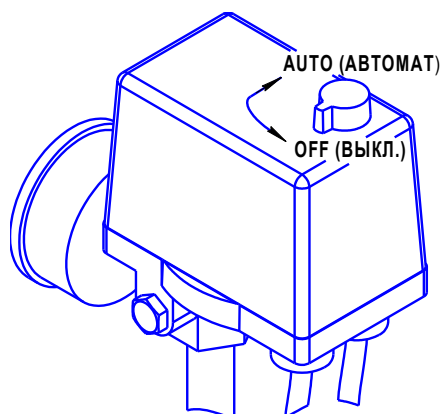

Рисунок 3
- 1 Проверьте, чтобы выключатель на прессостате находился в выключенном положении "OFF" (см. рисунок 3).
Для пуска компрессоров СБ4/С-50.LB24, СБ4/С-100.LB24 после срабатывания защиты выполните следующие действия: после того, как двигатель остынет до допустимой температуры переключите выключатель на прессостате в положение "OFF" (см. рисунок 3), а затем включите компрессор переключив выключатель в положение "AUTO".